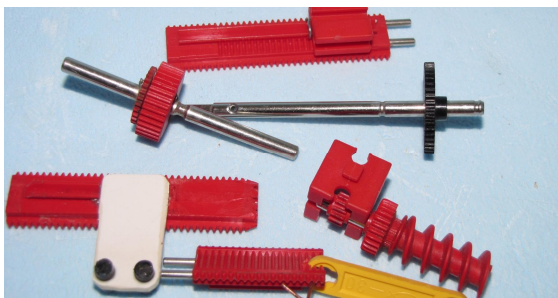

Abb. 4
- Durchbohrte Achse als kraftvolle Seilwinde, Verstiften hält Teile zusammen, Anspitzen hilft beim „Einfädeln“, Getriebe kann man umbauen (Abb. 4).